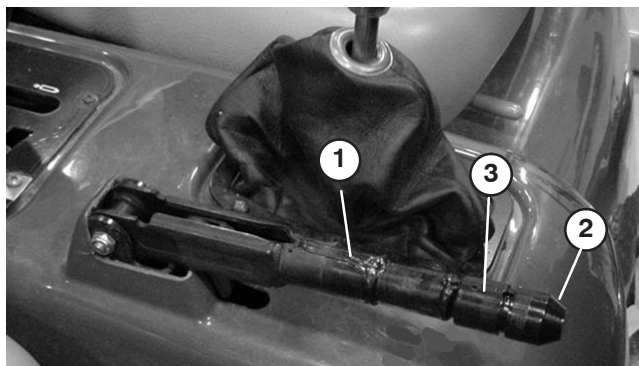

Figure 64
2. Desserrez la vis de fixation du bouton sur le levier du frein de stationnement (Fig. 64).